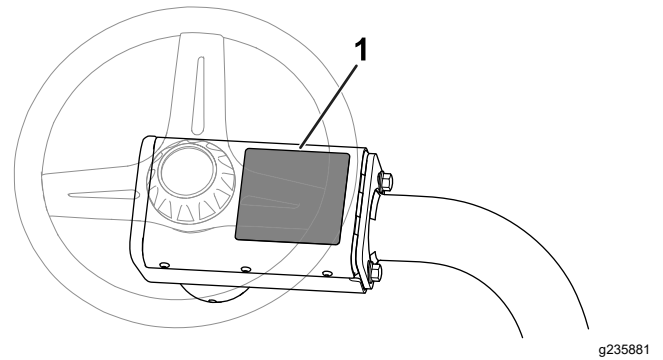

Figura 9
- Coloque o autocolante de aviso CE (peça n.º 136-8505) sobre o autocolante de aviso presente (peça n.º 136-8506). Figura 9 Mostra a localização do autocolante de aviso.